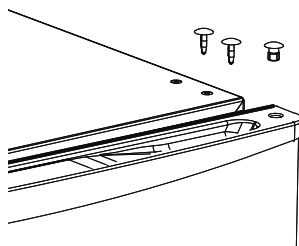

Fig. 7
- ▶ Vuelva a colocar la cubierta de la bisagra y los tapones ciegos (véase la **fig. 7**).